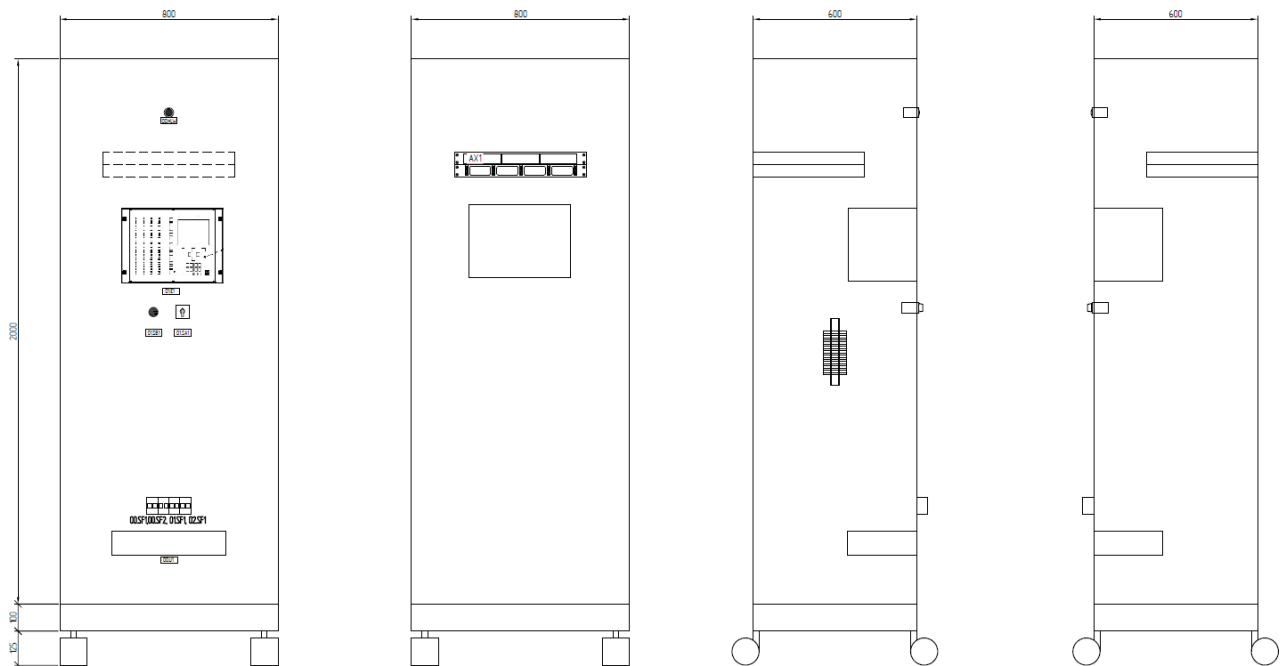

Рисунок 5. Панель регистратора аварийных событий.
- панель регистратора аварийных событий на базе шкафа ШЭЭ 232 0100 (рис. 5) с возможностью приема до 12 SV-потоклов и 32 GOOSE-сообщений (до 64 Din в каждом).